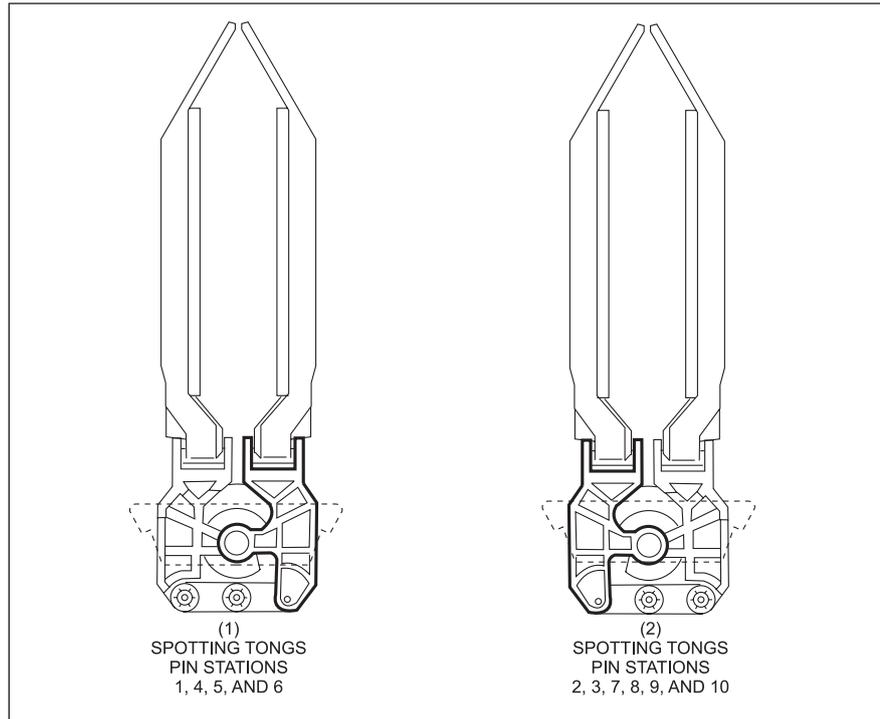

Figure 8-12. Pinces de positionnement
6. Sélectionnez le type adapté en fonction de la position des pinces sur le plateau. Reportez-vous à la *Figure 8-12*.